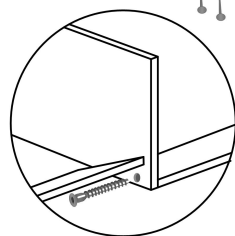

Рис. 1
5. Закрепите планки 5 на перегородке 4 с помощью евровинтов. (Рис. 1)